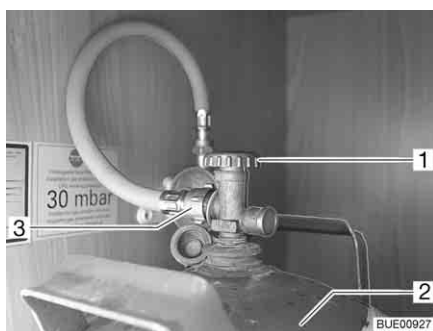

Fig. 95 Compartiment à gaz
- Fermer le robinet principal (Fig. 95,1) de la bouteille de gaz (Fig. 95,2). Observer le sens de la flèche.
- Dévisser à la main la lyre (Fig. 95,3) de la bouteille de gaz (filetage à gauche).